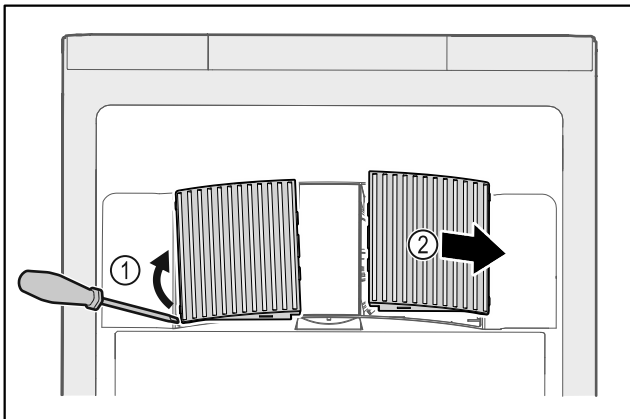

Fig. 105
- ▶ Nxirrni jashtë duke i ngritur lart me kujdes kapakët mbulues të ventilatorit nga anash Fig. 105 (1) dhe hiqini nga përpara Fig. 105 (2).